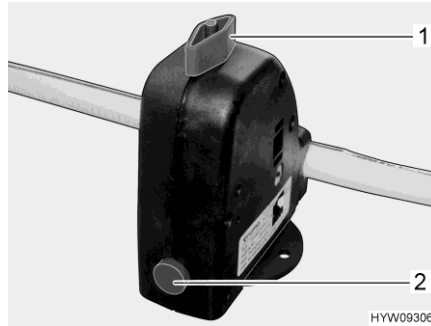

Fig. 206 Valvola di sicurezza/di scarico (Truma)
- Chiudere la valvola di sicurezza/di scarico (Truma). A tal fine ruotare la manopola (Fig. 206,1) verticalmente rispetto alla valvola di sicurezza/di scarico e premere verso l'interno il bottone automatico (Fig. 206,2).